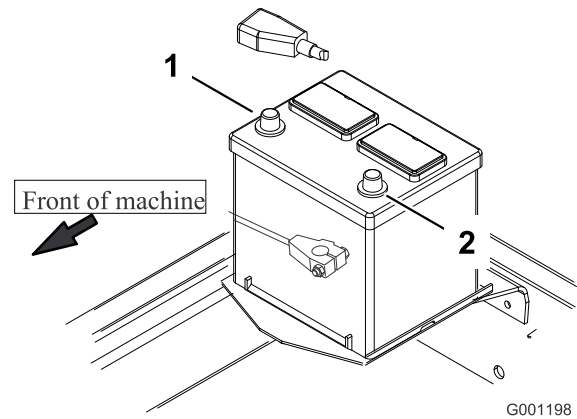

Figure 11
8. Raccordez le câble positif (rouge) à la borne positive (+) et le câble négatif (noir) à la borne négative (-) de la batterie (Figure 11) et placez le capuchon en caoutchouc sur la borne positive pour éviter les court-circuits.